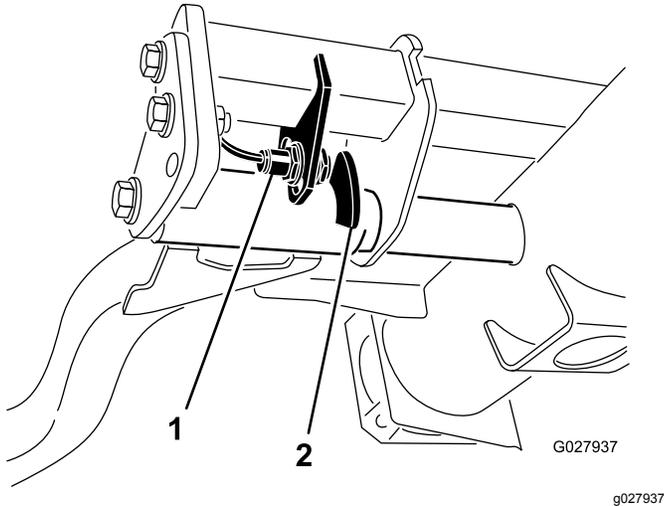

図 68
2. 昇降アームのスイッチは、油圧のメインタンクの下にある右前昇降アームの後ろ側に装着されている図 68。
3. スwitchの取り付けねじをゆるめ、スイッチの位置を下げると、昇降アームの旋回高さが高くなり、上げると、昇降アームの旋回高さが低くなる図 68。